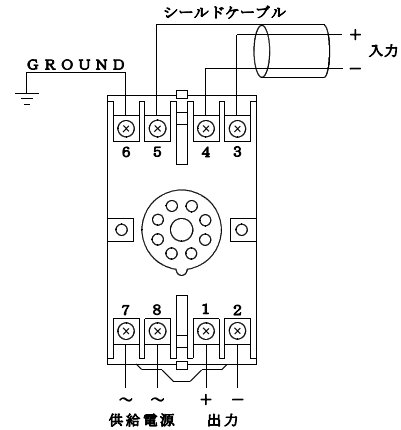

図2
2. 配線は図2の接続図により接続し、電線は回路の定格容量に適合するものを使用してください。
3. 入力ラインにノイズが混入する場合は入力にシールド線を使用しシールド外皮を⑤のS端子に接続すると効果があります。
4. 電源ラインにノイズが多発する場合は、⑥のG端子を接地して使用すると効果があります。